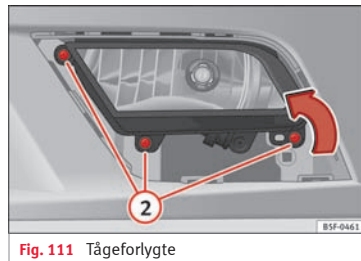

Fig. 111 Tågeforlygte
- Skru skruerne (3x) » **Fig. 111** ② ud for at tage tågeforlygten ud.